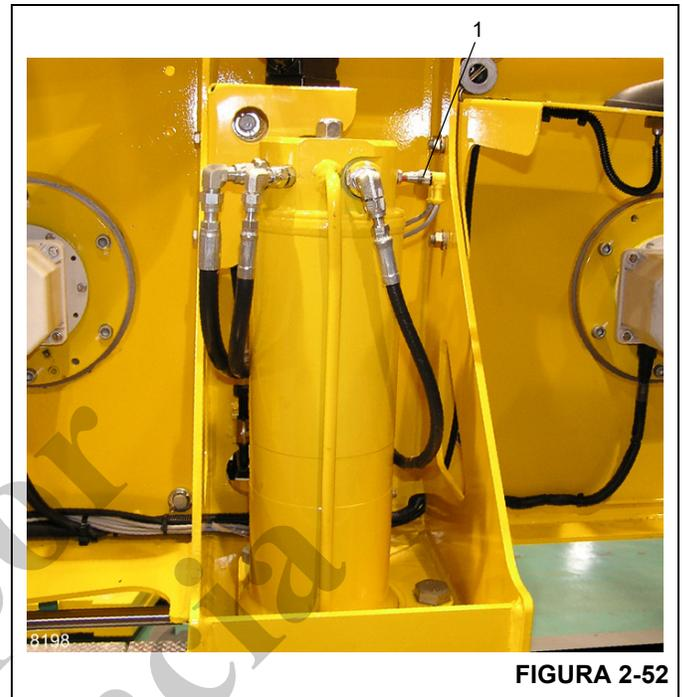
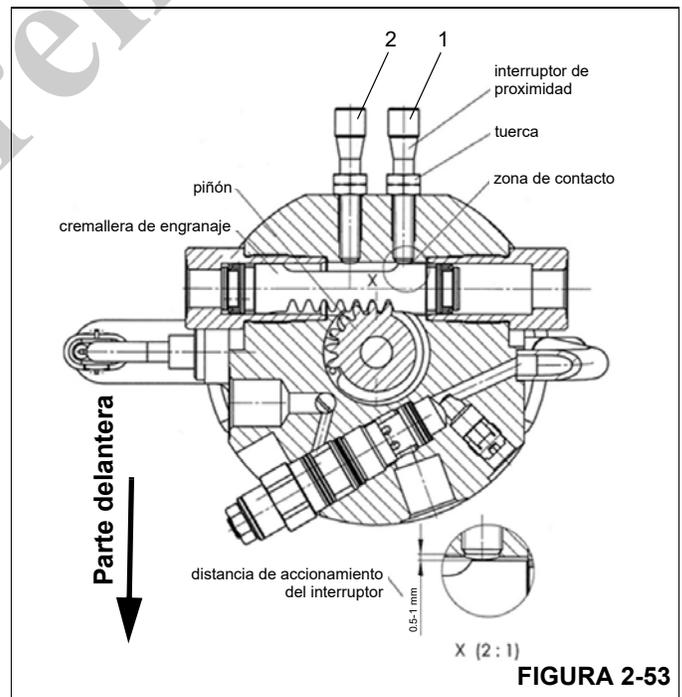

FIGURA 2-52
FIGURA 2-53
El cilindro de elevación del contrapeso (Figura 2-52) incorpora un sistema de cremallera y piñón para girar la varilla para bloquear y desbloquear el cilindro en el contrapeso.
Los dos interruptores de proximidad se utilizan para indicar al sistema ECOS que el cilindro está bloqueado o desbloqueado (consulte la Sección 3, *Controles y procedimientos de funcionamiento* en el *manual del operador*). El interruptor de proximidad izquierdo (1, Figura 2-52 y Figura 2-53) detecta la cremallera en la posición bloqueada. El interruptor de proximidad izquierdo (2, Figura 2-53) detecta la cremallera en la posición desbloqueada.
- Afloje las contratuercas del interruptor de proximidad izquierdo (1, Figura 2-52 y Figura 2-53).
4. Destornille el interruptor 3/4 de vuelta, lo que equivale a 0.75 mm (0.03 pulg). La distancia entre el interruptor y cremallera debe ser de 0.5 a 1.0 mm (0.02 a 0.04 pulg), como se ilustra en la Figura 2-53.
2. Afloje las contratueras del interruptor de proximidad derecho (2, Figura 2-53).